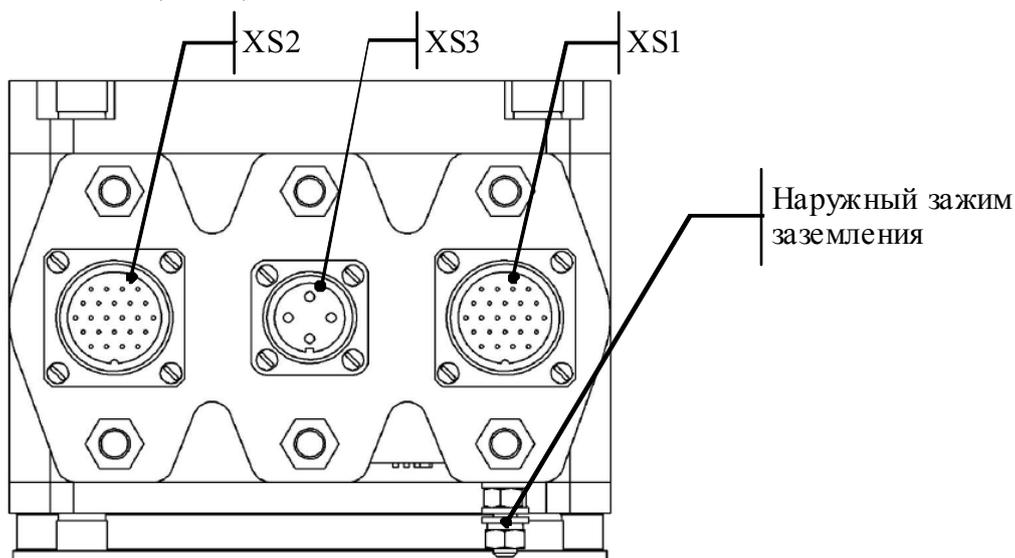

Рисунок 8 – Расположение разъемов на модуле питания привода со штепсельным подключением без кабельных вводов (вид снизу)
- г) соберите и подключите кабельные розетки к соответствующим вилкам на приводе (рисунок 8);